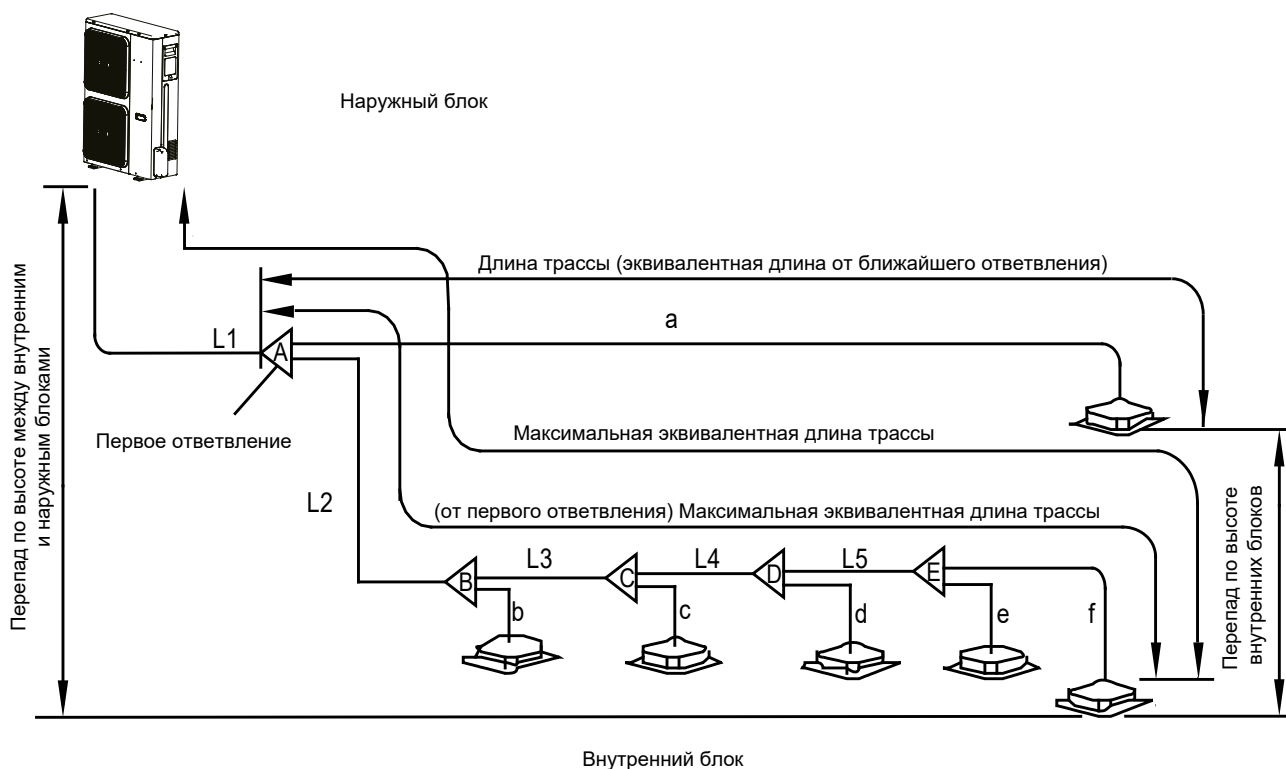

Рис.4-6
- Основная трасса (см. рис. 4-6 и таблицу 4-4)
- На Рис. 4-6 показана основная трасса L1, и мощность наружного блока составляет 28 кВт. Также по Рис. 4-6 диаметр трассы жидкого/газообразного хладагента составляет 22,2/9,5, а общая эквивалентная длина трассы жидкого/газообразного хладагента составляет > 90 м. Далее по таблице 4-4 получаем диаметр трассы жидкого/газообразного хладагента 25,4/12,7, и в соответствии с принципом максимального значения следует использовать трубку диаметром 25,4/12,7.